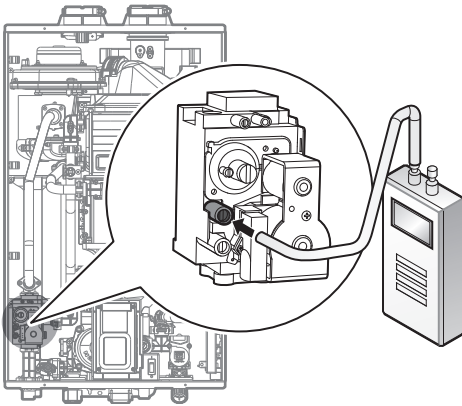

Figura 9.
- a. Abra el orificio de presión de desviación, para hacerlo suelte el tornillo dos vueltas, como se muestra en la Figura 9.